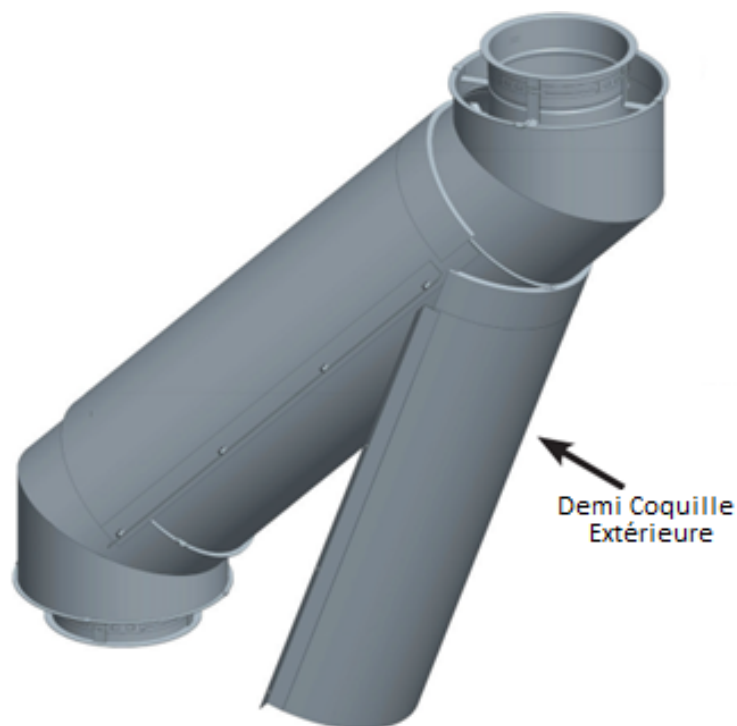

Figure 17- Étape 6-8- Fixez le
**Étape 8** - Appliquez une fine couche de Scellant VITON à l'intérieur du collet de retenue, ainsi qu'un cordon continu au niveau du joint de chevauchement du collier. Voir Figure 17.